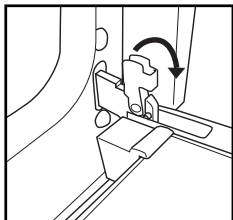

Abb. 1
2. Ziehen Sie die Schließbaken der Scharniere bis zum Anschlag nach vorne (Abb. 1).